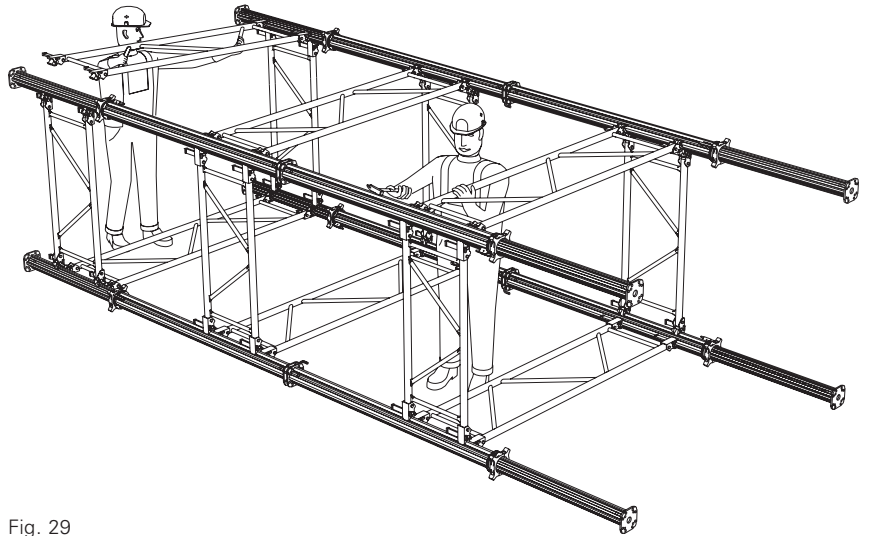

Fig. 29
6. Install top frame. (Fig. 29)